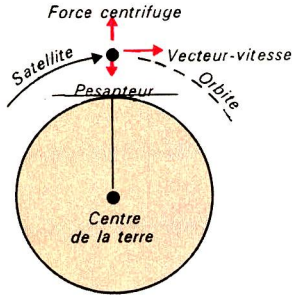

Fig. 1 : Un satellite tourne parce que l'attraction terrestre (centripète) équilibre la force centrifuge née de sa vitesse.
- une phase de propulsion horizontale au terme de laquelle doit être atteinte la vitesse de satellisation pour l'altitude considérée. Lors de l'injection en orbite le vecteur-vitesse doit en effet être perpendiculaire à la ligne imaginaire qui va du satellite au centre de la Terre (rayon vecteur). C'est seulement dans ce cas que la satellisation s'effectue dans les conditions optimales et que les deux forces antagonistes qui maintiennent un objet quelconque en orbite (force centrifuge dirigée vers l'extérieur et force centripète dirigée vers l'intérieur) se trouvent exactement opposées (fig. 1).